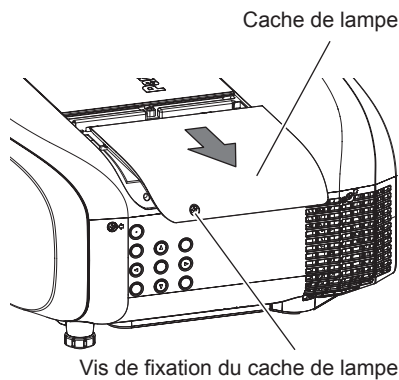

Fig. 1
- 2) **Retirez le cache de lampe. (Fig. 1)**